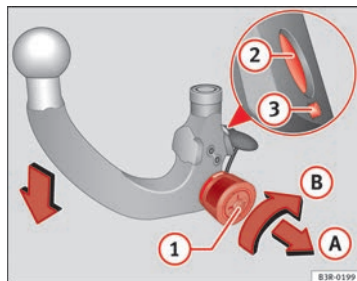

Abb. 166 Abnehmbare Anhängervorrichtung: Kugelstange vorspannen
- Stecken Sie den Schlüssel ① ⇒ Abb. 166 in das Schloss am Handrad und drehen sie ihn in Richtung der roten Markierung.
- Ziehen Sie das Handrad in Pfeilrichtung ① heraus und drehen Sie es anschließend in gezogener Position in Pfeilrichtung ② bis der Verriegelungsbolzen ② einrastet und der Auslösebolzen ③ sichtbar ausfährt ⇒ ⚠.